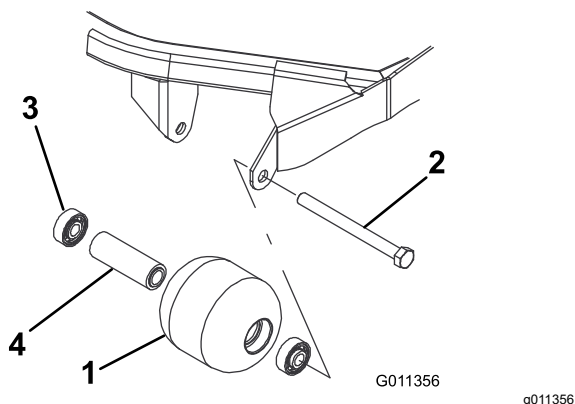

Рисунок 65
1. Снимите болт крепления валика (Рисунок 65).
4. Осмотрите корпус, подшипники и распорную втулку подшипника валика на наличие повреждений (Рисунок 65). Замените все поврежденные компоненты и соберите их.
1. Запрессуйте передний подшипник в корпус валика (Рисунок 65). Прикладывайте усилие только к наружному кольцу или одинаковое усилие к внутреннему и наружному кольцам.
2. Вставьте втулку подшипника (Рисунок 65).
3. Запрессуйте второй подшипник в корпус валика (Рисунок 65). Запрессуйте, нажимая с одинаковым усилием на внутреннее и наружное кольца до тех пор, пока внутреннее кольцо не войдет в контакт с проставкой.